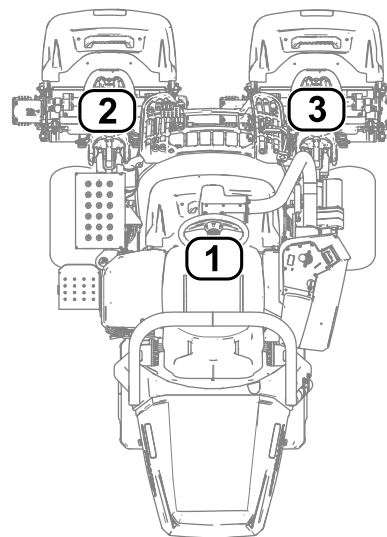

Рисунок 28
- 1 обозначает средний режущий блок (Рисунок 28)
- 2 обозначает передний левый режущий блок (Рисунок 28)
- 3 обозначает передний правый режущий блок (Рисунок 28)